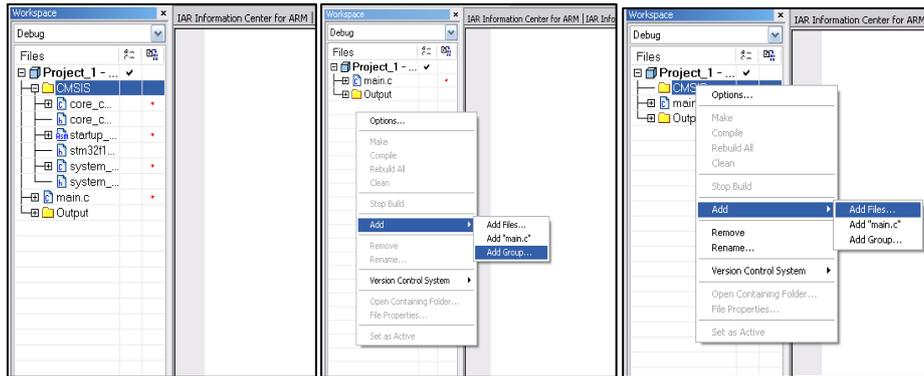

Рис. 3.12. Создание кода программы
10. После осуществления всех настроек в контекстном меню *Options* необходимо нажать правой кнопкой мыши на окно *Workspace* и создать папку: *Add*—>*Add Group*. Назовем эту папку *CMSIS*. Далее путем нажатия правой кнопки мыши по созданной папке вызываем окно, в котором выбираем *Add*—>*Add Files*. Необходимо добавить перечень файлов из библиотеки *CMSIS*, к которым ранее были указаны пути (рис. 3.12):